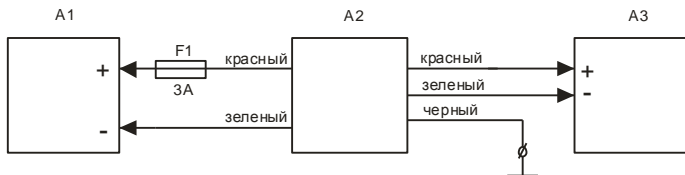

Рис. 1. Схема подключения
5. Выполнит подключение к системе согласно рис.1. При этом черный провод, имеющий наконечник с отверстием, необходимо подключить к массе, надежно закрепив «на болту заземления».